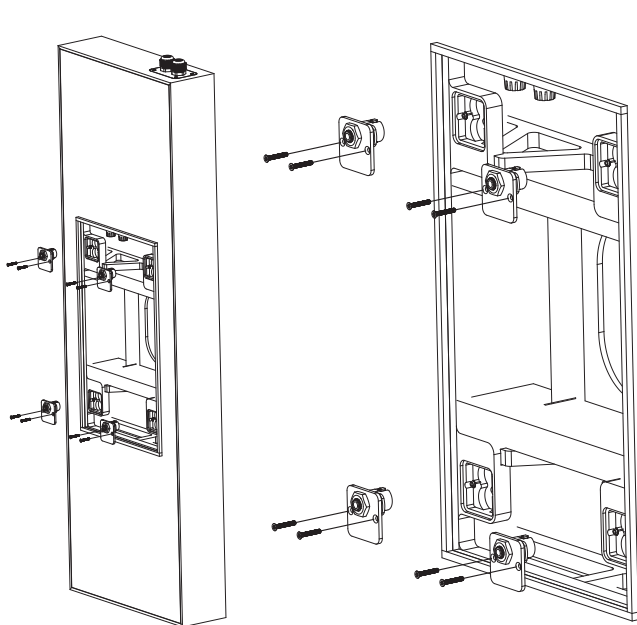

Fig. 2b Reoriente os quatro suportes se o BACK CAN for instalado com a entrada do cabo no topo
6. Nota: Se você instalar a lata traseira com a entrada do cabo na parte superior, os quatro pequenos suportes que aceitam os parafusos do conjunto do alto-falante precisam ser girados 180 graus. Desaperte os 2 parafusos pequenos e reoriente cada suporte pequeno conforme mostrado (Fig. 2b).